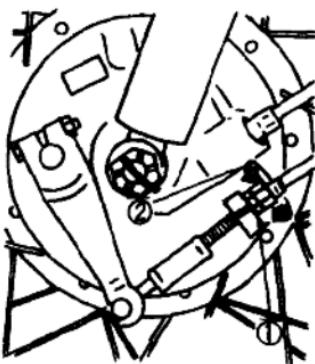

图 1-14 前轮制动力的调整
前轮制动力的调整如图1-14所示,松开锁紧螺母①,转动调整器②,通过调整前制动钢索的松紧来调整前制动的制动力。